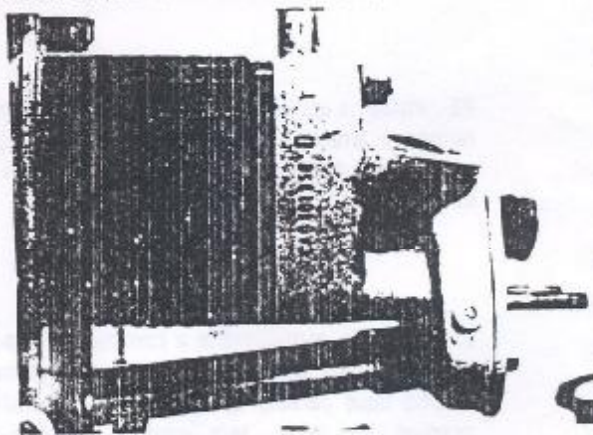

Figura 1.01.25 - Posicionamento correto dos tubos
Obs.: Durante a instalação dos conjuntos dos cabeçotes, observar o posicionamento de montagem dos mesmos, através das letras de identificação do lado dos mesmos (D e E - correspondentes aos lados direito e esquerdo respectivamente), gravadas imediatamente após os números de identificação da peça (Figura 1.01.25).
40. Instalar os anéis de vedação de borracha em ambas as extremidades dos tubos das varetas de válvulas. Posicionar os tubos nos orifícios do bloco e cabeçote, com o auxílio das próprias varetas. Antes de proceder o aperto dos cabeçotes, certificar-se do correto posicionamento dos tubos, de modo a evitar empenamento dos mesmos (Figura 1.01.25).